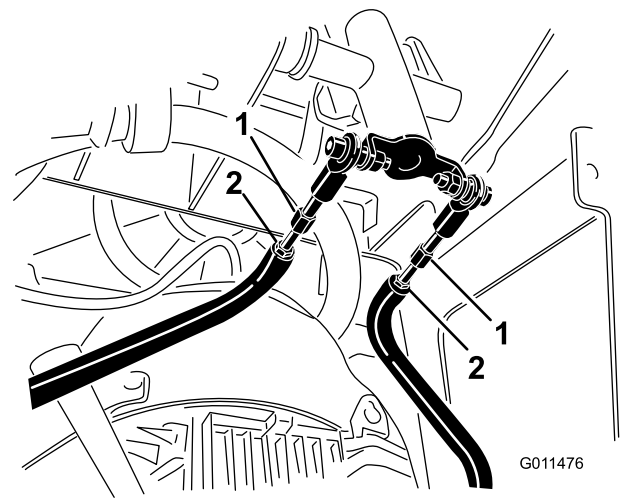

Bild 57
- D. Lösen Sie die Klemmmuttern an den Zugstangen unter dem Armaturenbrett (Bild 57).